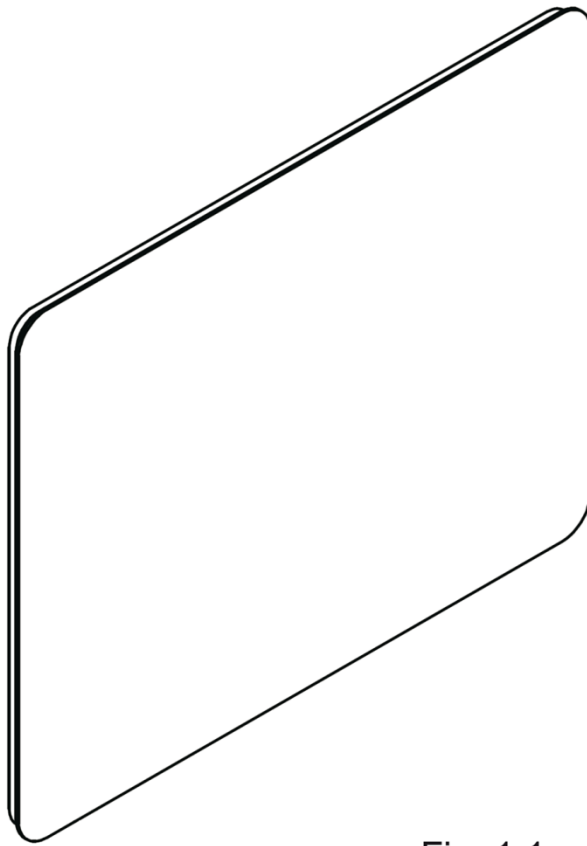

Fig. 1.1
1. Front pełny z czterema zaokrąglonymi narożami oraz z frezowaniem obwiedniowym ze wszystkich stron, jak pokazano na rysunku, w widoku perspektywicznym – fig. 1.1, w widoku od tyłu – fig. 1.2, w widoku od góry – fig. 1.3, w widoku z boku – fig. 1.4, w widoku od przodu – fig. 1.5.